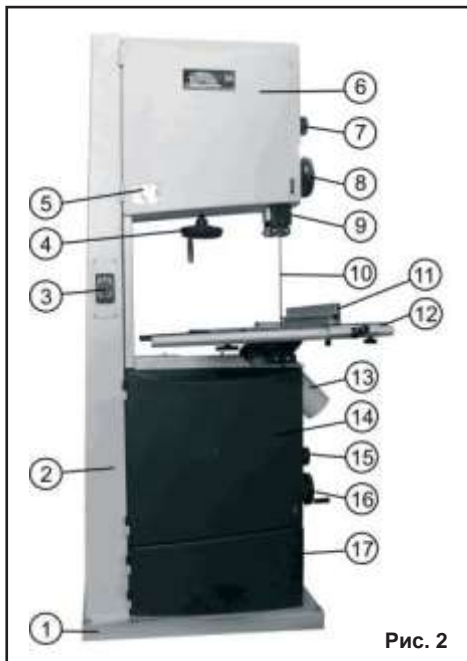

Рис. 2
8.1.2. При установке пилы на верстаке (для обеспечения устойчивости) пила должна быть надёжно прикреплена к верстаку через специальные отверстия в нижней части основания (1), Рис. 2. Для этой цели необходимо установить болтовые соединения. Обязательно используйте при креплении плоскую и пружинную шайбы на каждый болт (не комплектуется).
- Переносите пилу при помощи подъёмных механизмов и приспособлений, учитывая массу пилы (см. Таблицу 1) и только за основание (1), Рис. 2.